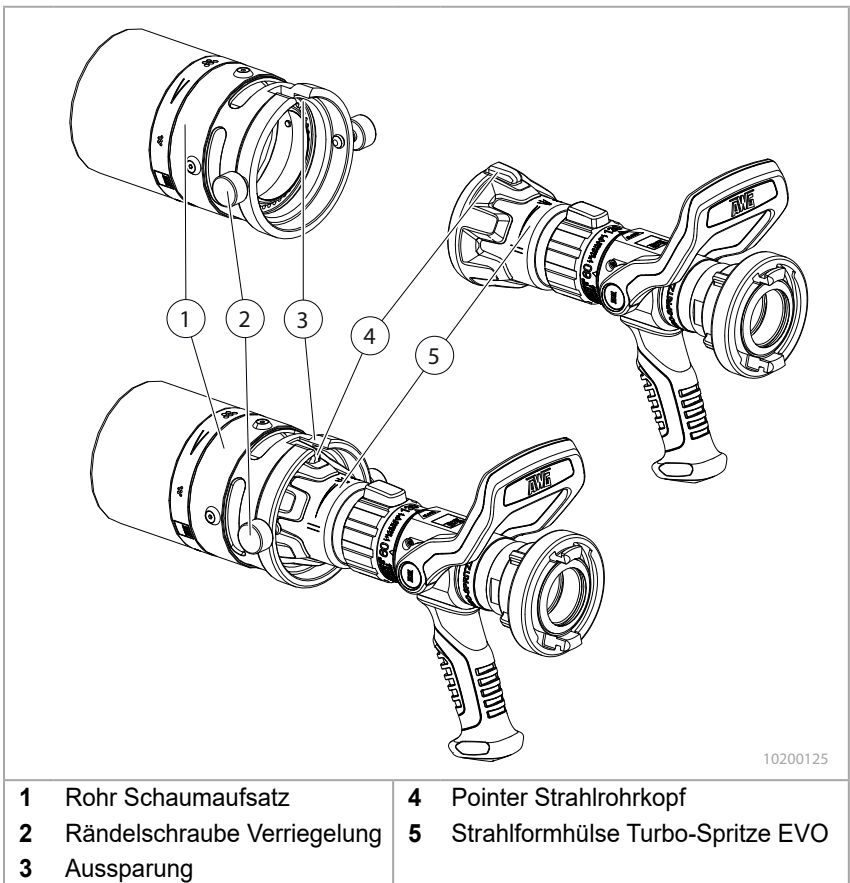

Fig. 2 Handhabung
1. Den Schaumaufsatz (Fig. 2/1) am Strahlrohrkopf des Strahlrohres so ansetzen, dass der Pointer (Fig. 2/4) mit der Aussparung (Fig. 2/3) im Schaumaufsatz fluchtet.
3. Die Rändelschrauben (Fig. 2/2) vollständig einschrauben.
1. Durch Drehen des Strahlrohrkopfs (Fig. 2/3) wechseln Sie während des Einsatzes kontinuierlich zwischen Mittelschaum und Vollstrahl. Dadurch kann die Verschäumung kontinuierlich variiert werden:
Die Position lässt sich an der Skala der Strahlformhülse (Fig. 2/5) ablesen. Die drei markierten Positionen sind hörbar und deutlich spürbar durch Raster fixiert. Zwischen den markierten Positionen sind ebenfalls leichte Rasterungen spürbar.